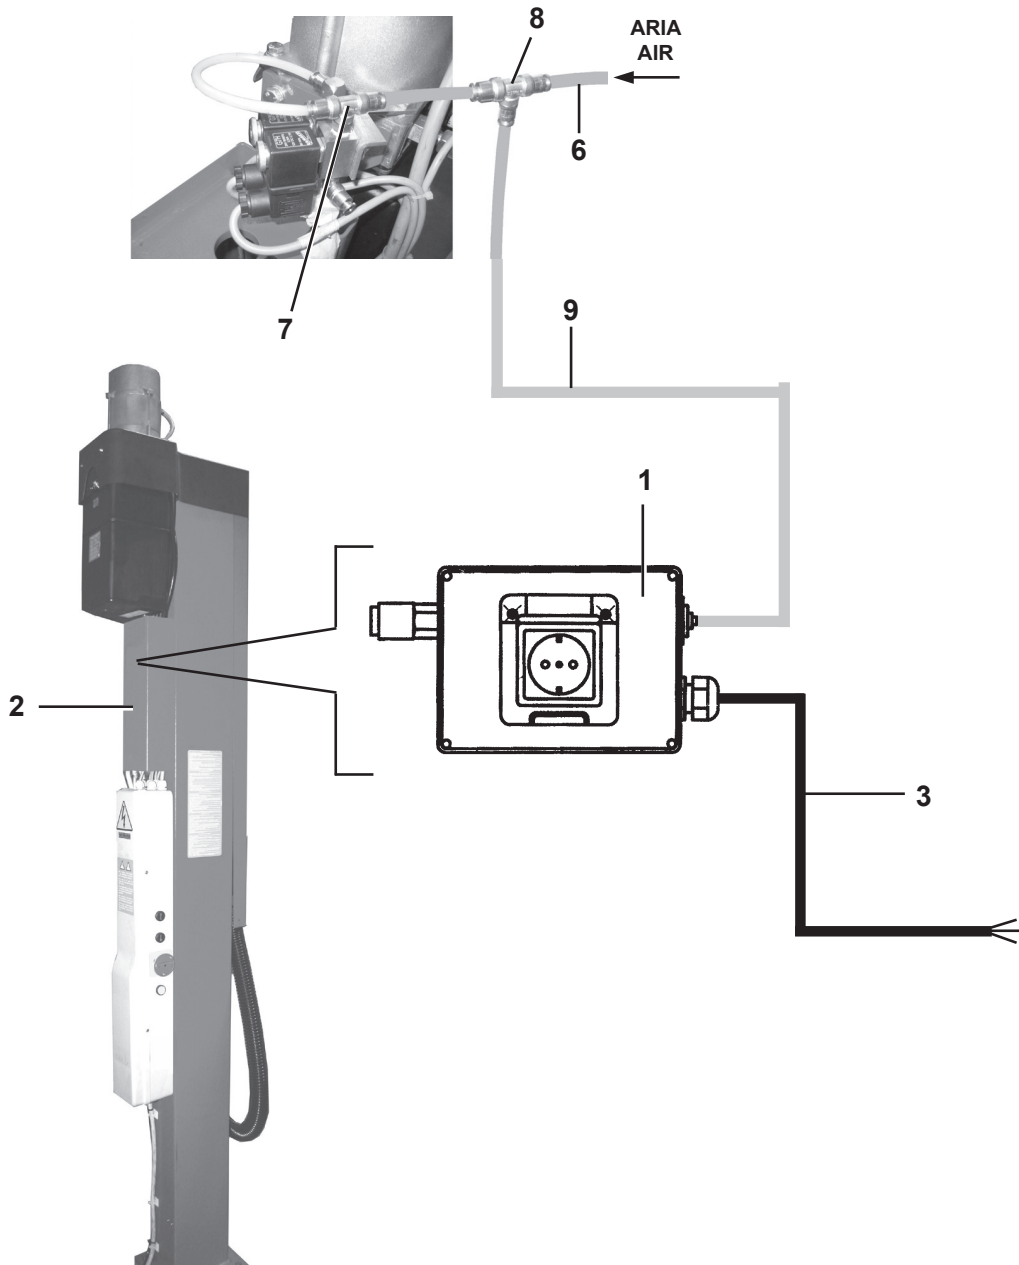

Fig. 30
- Fissare la scatola (1 Fig.30) del kit di distribuzione corrente elettrica + aria compressa al carter (2) tramite le apposite viti;
- Il collegamento elettrico del kit deve essere effettuato alla linea dello stabilimento. Sostituire il cavo elettrico (3) in dotazione al kit con uno di lunghezza adeguata, avente le seguenti caratteristiche: 2 poli + terra, sezione $\geq 2,5 \text{ mm}^2$.
- Secure box (1 Fig.30) from power supply kit + compressed air to cover guard (2) using the special screws;
- The kit electrical connection shall be linked to plant mains. Change cable (3) supplied with the kit with one of suitable length, having the following specs: 2 poles + ground, cross-section $\geq 2.5 \text{ sq. mm}$.
- Den Kasten (1 Abb. 30) des Strom- und Druckluftverteilerkits mit den entsprechenden Schrauben an der Abdeckung (2) befestigen.
- Der elektrische Anschluss des Kits muss an die Werksleitung erfolgen. Das elektrische Kabel (3) aus dem Lieferumfang des Kit durch eines mit angemessener Länge ersetzen. Dieses Kabel muss folgende Eigenschaften aufweisen: 2 Pole + Erde, Kabelschnitt $\geq 2,5 \text{ mm}^2$.
- Fixer la boîte (1 Fig. 30) du kit de distribution du courant électrique + air comprimé au carter (2) au moyen des vis appropriées;
- Le branchement électrique du kit doit se faire à l'installation électrique de l'établissement. Remplacer le câble électrique (3) fourni avec le kit par un câble de longueur adéquate, ayant les caractéristiques suivantes : 2 pôles + terre, section $\geq 2,5 \text{ mm}^2$.
- Sätt fast lådan (1 bild 30) från strömförsörjningssatsen + tryckluft på täcksyddet (2) med hjälp av specialskruvorna;
- Den elektriska anslutningen för satsen ska vara kopplad till anläggningens elnät. Byt ut kabeln (3) som medföljer satsen mot en kabel av lämplig längd och med följande specifikationer: 2 poler + jord, tvärsnitt $\geq 2,5 \text{ kvadrat mm}$.